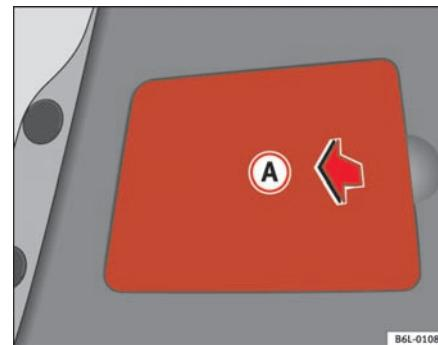

Fig. 153 Luz trasera en el capó
- Retire la cubierta de plástico **A** ⇒ página 232, fig. 153, introduzca el dedo en la hendidura y tire en el sentido de la flecha.